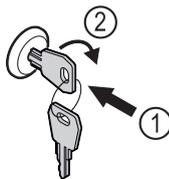

Fig. 161
- ▶ Uvucite ključ. Fig. 161 (1)
- ▶ Okrenite ključ za 90° nadesno. Fig. 161 (2)